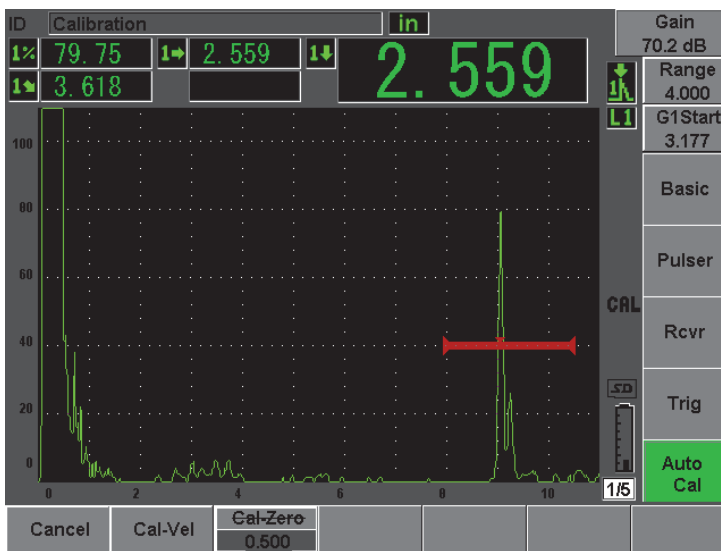

Figura 10-28 Exemplo de um sinal fechado para calibração de velocidade
- Ajuste o valor de maneira a coincidir com a espessura conhecida da indicação da porta (0,500 pol. neste exemplo), e então selecione **Continue** para continuar a calibração do segundo degrau (veja Figura 10-28 na página 193).